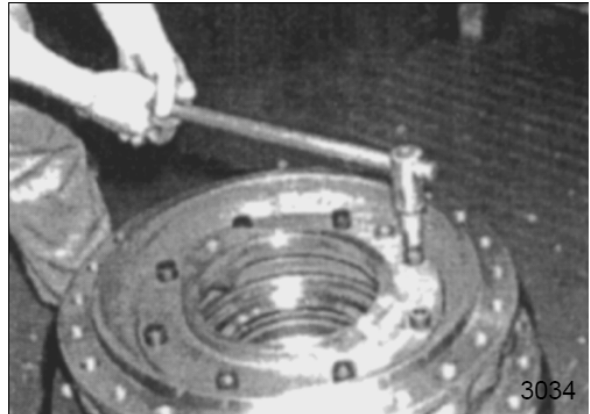

Рис. 64
2. Снимите фланец гидромотора (8 болтов с внутренним шестигранником, М16 х 35). Рис. 64.